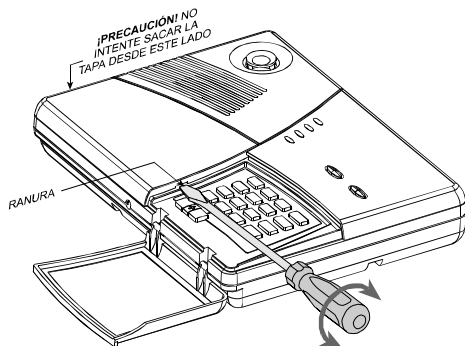

Figura 1. Apertura de la tapa de las baterías
A. Inserte un destornillador en la ranura como se muestra en la Figura 1.